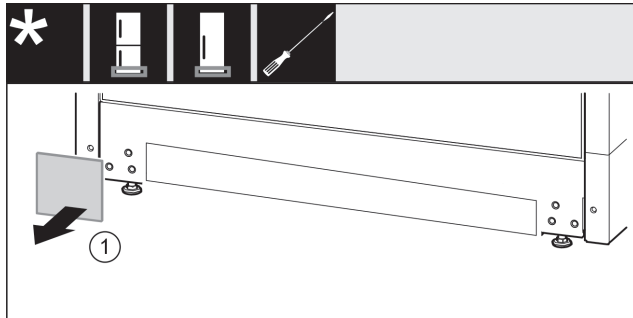

Fig. 13
- Afdekking verwijderen. Fig. 13 (1)